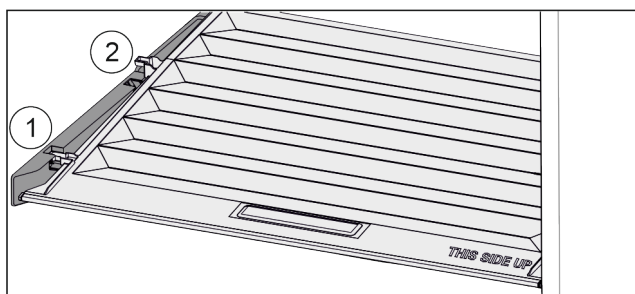

Fig. 94
- Tirare in avanti il coperchio fino all'apertura nei fermi Fig. 94 (1).
- Sollevare posteriormente dal basso e togliere verso l'alto Fig. 94 (2).